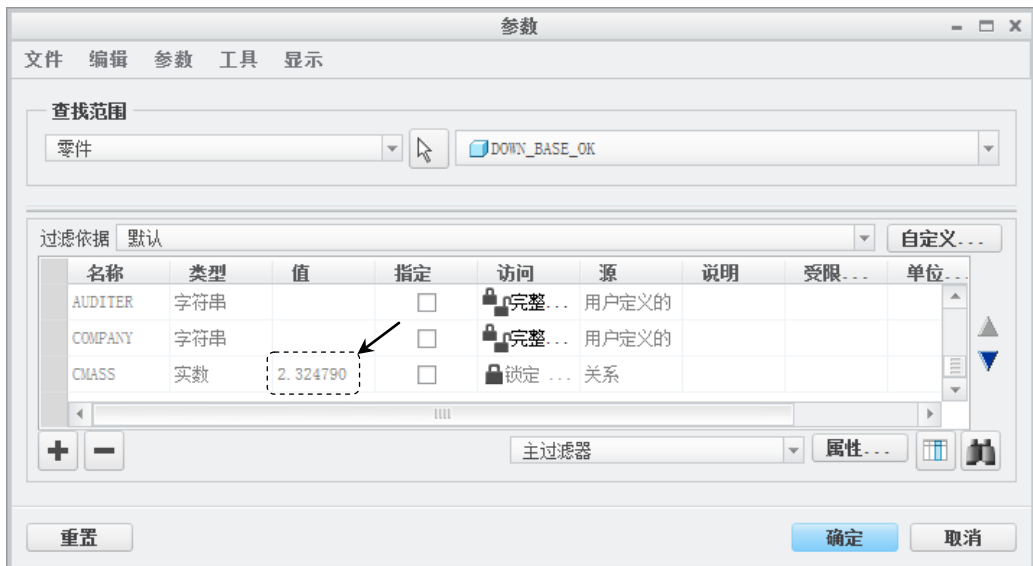

图 8.2.2 “参数”对话框
Step2. 单击  按钮再生模型，此时系统便自动将计算的质量值赋给变量 **CMASS**。可通过打开“参数”对话框查看，结果如图 8.2.2 所示。